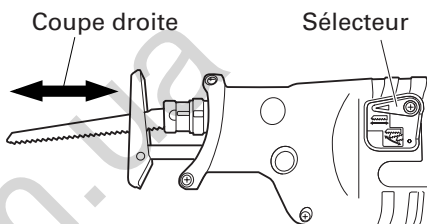
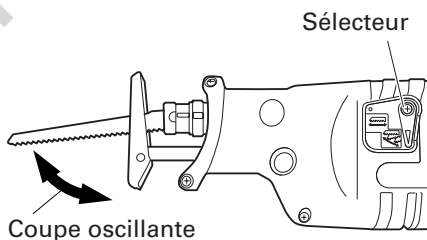
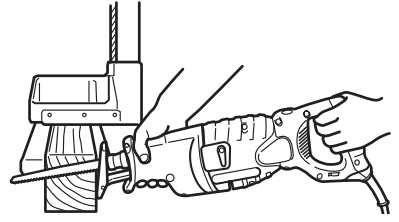

Fig. 14
Fig. 15
Fig. 21
Il est possible de sélectionner deux systèmes de coupe avec l'outil. Le premier est la coupe droite, dans laquelle la lame se déplace de façon linéaire, et le second est la coupe oscillante, dans laquelle la lame se balance comme un pendule. (Fig. 14, Fig. 15)
La coupe droite s'effectue en réglant le sélecteur dans le sens de la largeur. Normalement, sélectionner la coupe droite pour couper des matériaux durs, comme le métal, etc. (Fig. 14)
La coupe oscillante est efficace parce que la lame pénètre de force dans le matériau. (Fig. 15)
(4) La coupe s'effectuera en toute facilité si l'on règle le sélecteur sur la position de coupe droite (Fig. 14).
(1) Lors de la coupe de bois, s'assurer que la pièce est solidement fixée avant de commencer. (Fig. 21)
(2) Le rendement de coupe sera efficace si l'on règle la vitesse de la lame sur le chiffre "5" de l'échelle de la molette
(3) Le rendement de coupe sera efficace si l'on règle le sélecteur sur la position de coupe oscillante (Fig. 15). Ou bien, l'on obtiendra des coupes nettes en réglant le sélecteur sur la position de coupe droite (Fig. 14).